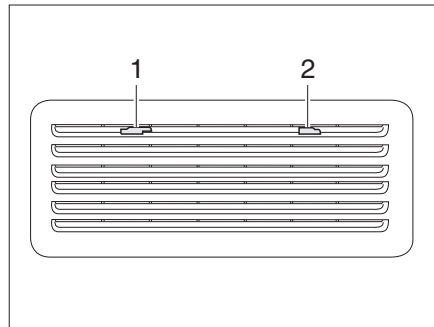
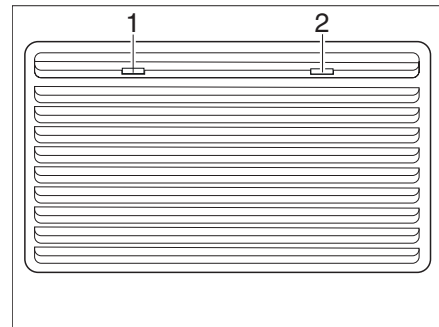

Fig. 131 Grille d'aération du réfrigérateur (Thetford petit)
Fig. 132 Grille d'aération du réfrigérateur (Thetford grand)
- Faire glisser les dispositifs de blocage (Fig. 131,1 et 2 ou Fig. 132,1 et 2) vers le centre.